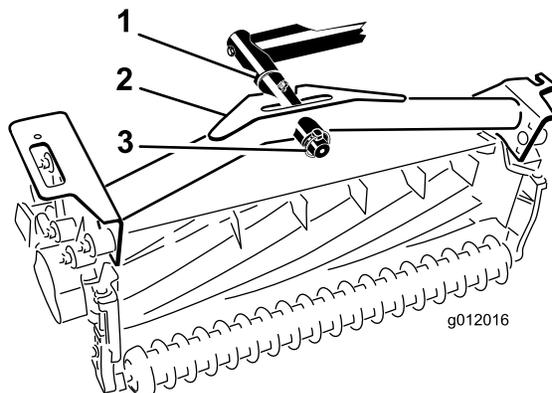

Рисунок 21
2. Наденьте несущую раму режущего блока на ось поворота и закрепите ее с помощью шплинта (Рисунок 21).